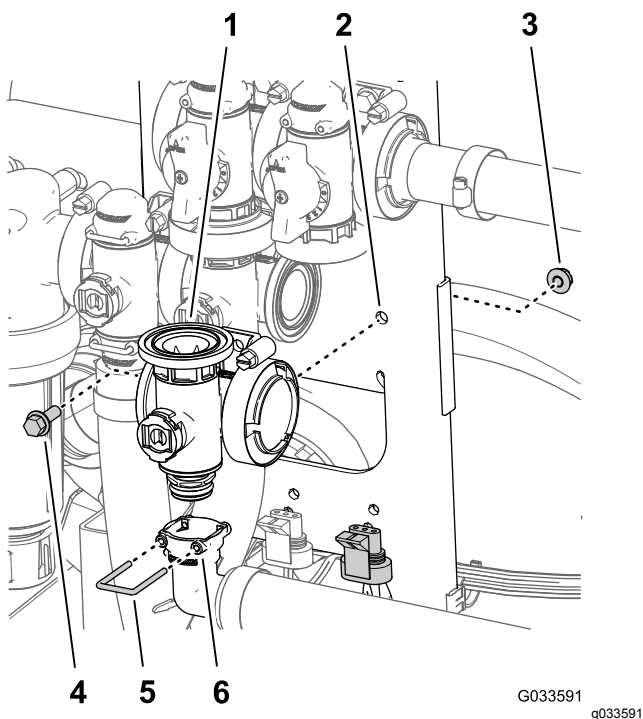

図 127
- 90° 出口フィッティングのソケットを、マスターブームバルブ用のマニホールドの底部にあるカップリングのフィッティングに取り付ける 図 127。
6. 出口フィッティングのソケットにリターナを入れて出口フィッティングのカップリングを固定する図 127。